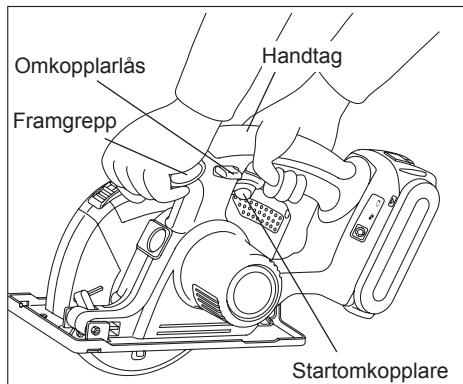

Bild 8
Håll verktyget med båda händerna (se bild 8). Försök inte ta bort sågat material medan klingen roterar.
- Håll alltid i handtaget med ena handen och i framgreppet med den andra (se bild 8). Håll sågen i ett stadigt grepp och tryck in startomkopplaren helt.